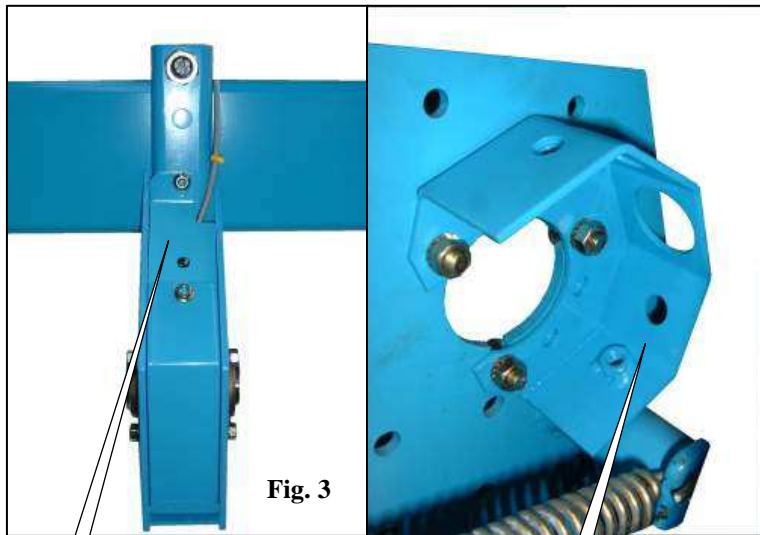

Fig. 3
- Montieren Sie die Zelle C (Abb. 3, 4 und 5) mit Hilfe der beiden Senkschrauben D (Abb. 3, 4 und 5).
- Monteer cel C (fig.3, 4 en 5) met behulp van twee schroeven met verzonken koppen D (fig. 3, 4 en 5).
- **En sembradora NC,** bajar la reja. - Quitar la tapa de la caja A (fig. 1) y la distribución. Montar la célula C (fig. 3, 4 y 5) con los dos tornillos de cabeza ranurada D (fig. 3, 4 y 5).
- Montare la cellula C (fig. 3, 4 e 5) con le due viti a testa fresata D (fig. 3, 4 e 5).
- **Sur NC et NG+**, monter la boîte à capteur E (fig. 3) sur la poutre du châssis à l'aide de la bride et des écrous fournis.